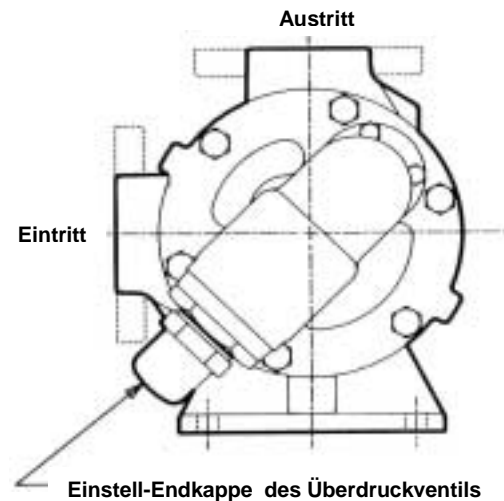

Abbildung 3
3. Die Einstellkappe des Überdruckventils muß immer in Richtung der Eintrittsseite der Pumpe zeigen. Bei Umkehrung der Drehrichtung muß das Überdruckventil ausgebaut und umgedreht werden. (Lesen Sie zuerst die Angaben zu weiteren Arbeitsschritten in Pumpenrotation auf Seite 10). **Siehe Abbildung 3.**